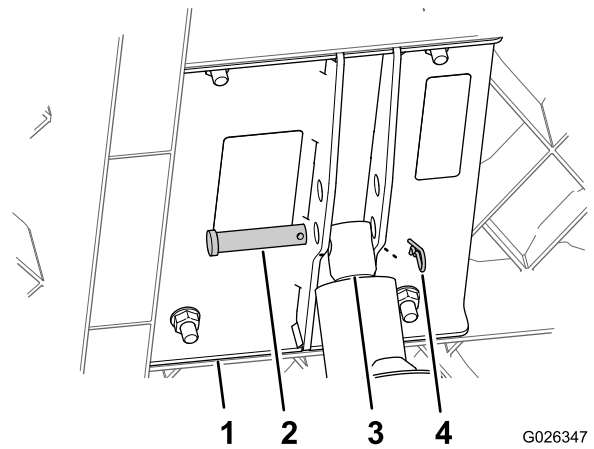

Figure 7
5. Retirez la goupille fendue et l'axe de chape du support de relevage (Figure 7).
6. Séparez la tige du vérin de plateau du ou des support(s) de relevage (Figure 7).